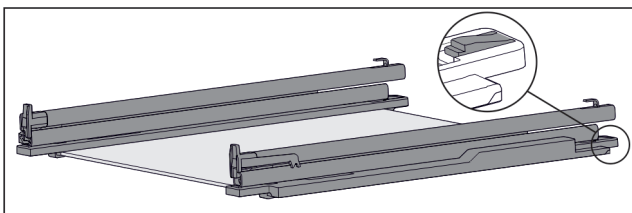

Fig. 52 Glasplaat met rails en vasthouddelen
- ▶ Vasthoudddeel achter omlaag duwen (zie Fig. 52) en tegelijk rails naar achteren schuiven.